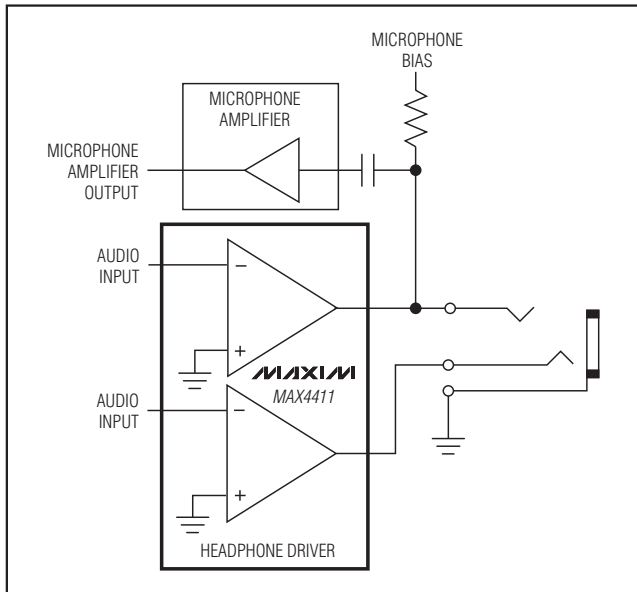

図2. イヤホン付きスピーカ/マイクロフォンを組み合わせたヘッドセット構成
- マイクロフォン/スピーカを組み合わせたヘッドセットを使用する場合、マイクロフォンは通常、GND基準を必要とします。スリープのドライバDCバイアスは、マイクロフォン要件と競合します(図2)。